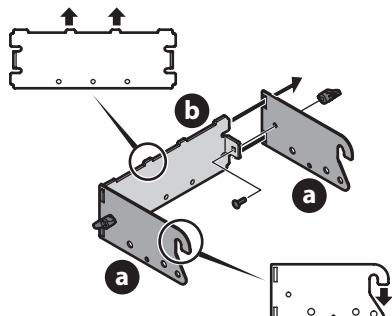

Figura 1
1. Una el conjunto del soporte de enganche del tractor (689-00304A) sujetando los dos soportes laterales (a) a la ménsula de soporte trasera (b) utilizando los dos pernos de carro (710-0276) y las perillas de aleta (720-04122) del paquete de herrajes (689-02364). Consulte la Figura 1.
NOTA: los ganchos sobre las ménsulas laterales (a) deben apuntar hacia abajo y las lengüetas sobre la placa trasera (b) hacia arriba como se muestra en la Figura 1.